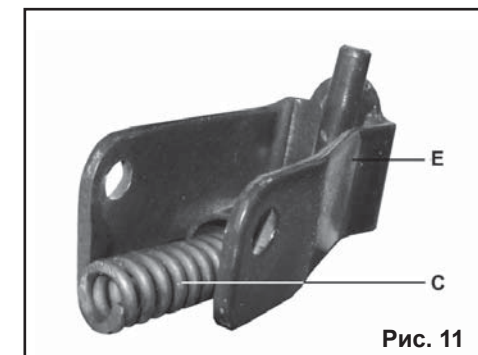

Рис. 11
6.8. Из пакета **G** достаньте крепеж, вставьте пружину (С) в полость рукоятки наклона (Е), (Рис. 11).